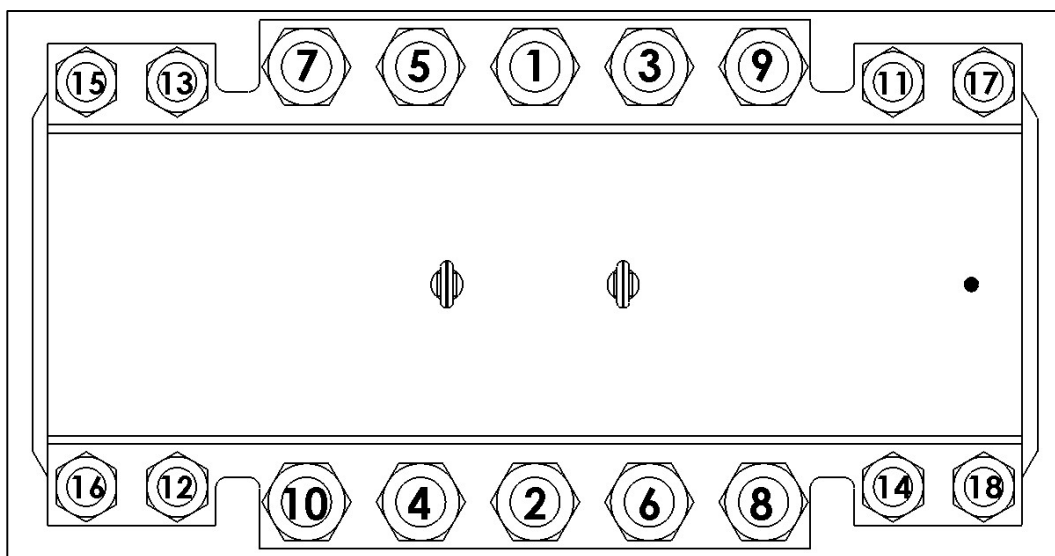

Figura 7
7. Apriete todos los espárragos de manera uniforme, según el valor indicado para el tamaño de espárrago en la columna **Valores del par de apriete para la sección de sellado**, en la "Tabla de pares de apriete de PLIDCO para la camisa de sujeción" que se encuentra en la última página de estas instrucciones. Para obtener los mejores resultados, se debe mantener una separación igual entre las barras laterales mientras se aprietan los espárragos. Para asegurarse de que haya un acoplamiento completo de la tuerca debe mantenerse un mínimo de 1/4 de pulgada (6.4 mm) de los espárragos extendiéndose más allá de la tuerca. La secuencia de apriete de los espárragos debe seguir el patrón que se muestra en la Figura 7 y debe realizarse repetidamente como sigue: